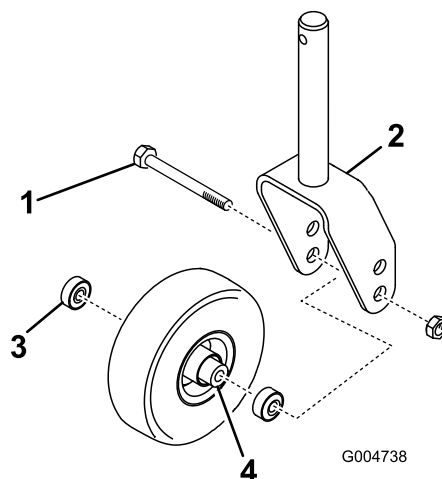
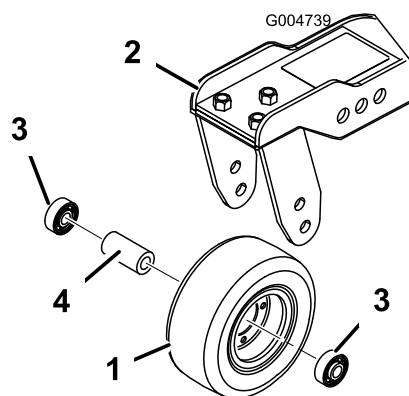

Figure 94
Figure 95
1. Retirez le contre-écrou du boulon qui fixe la roue pivotante entre la fourche (Figure 94) ou le bras de la roue pivotante (Figure 95).
2. Enlevez le roulement du moyeu de la roue et laissez tomber la douille d'écartement à l'extérieur (Figure 94 et Figure 95).